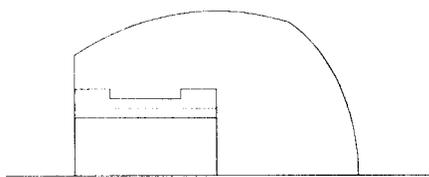

图 1-18 绘制螺纹线
(7) 绘制螺纹线：将中心线分别向上偏移 6 和 7 得到螺纹线，单击“修剪”按钮 ，使用两垂直线将螺纹线多余部分剪去。用鼠标选择螺纹大径，此时螺纹大径呈高亮显示，再用鼠标单击颜色下拉列表框  的下三角按钮，选择 Red 使大径变为红色，表示细线。所得图形如图 1-18 所示，至此轮廓线的上半部分绘制完毕。